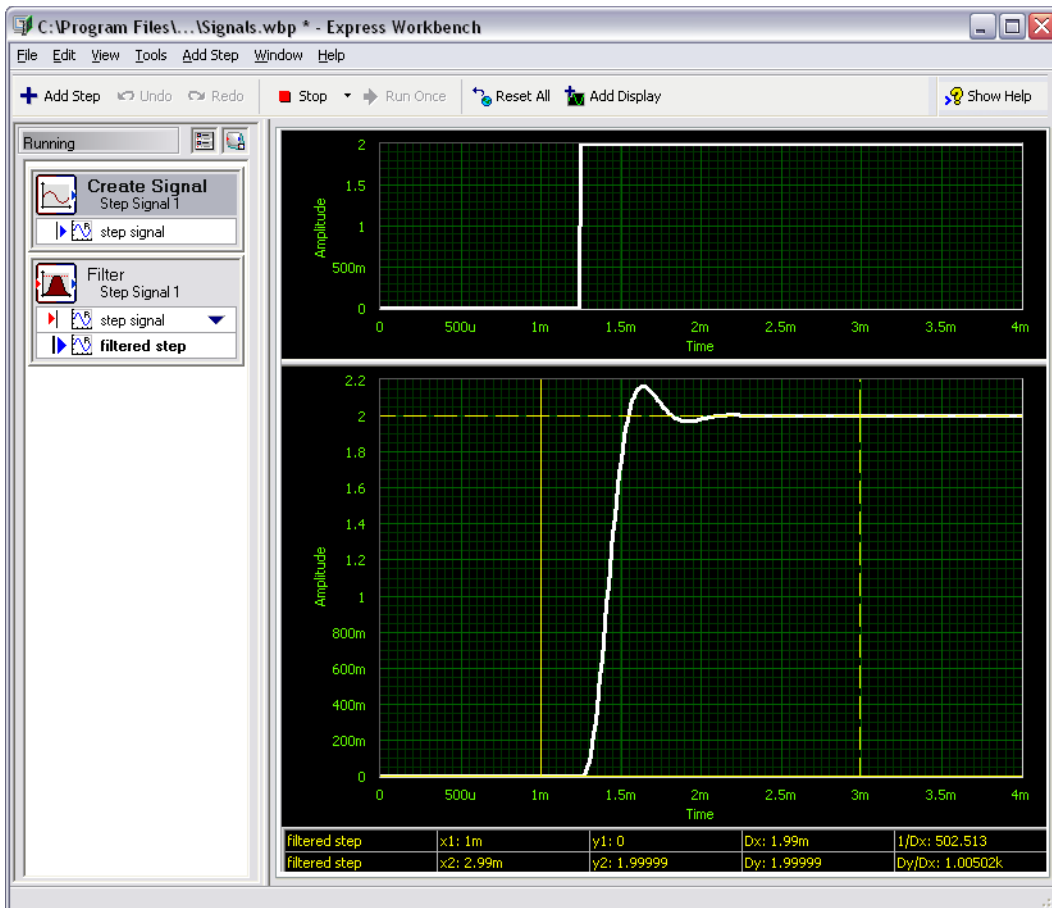

図 5-1 Signals.wbp
6. 新しいグラフを右クリックし、ショートカットメニューから **Cursors** を選択し、図 5-1 にあるような対話式カーソルを 2 つ表示します。